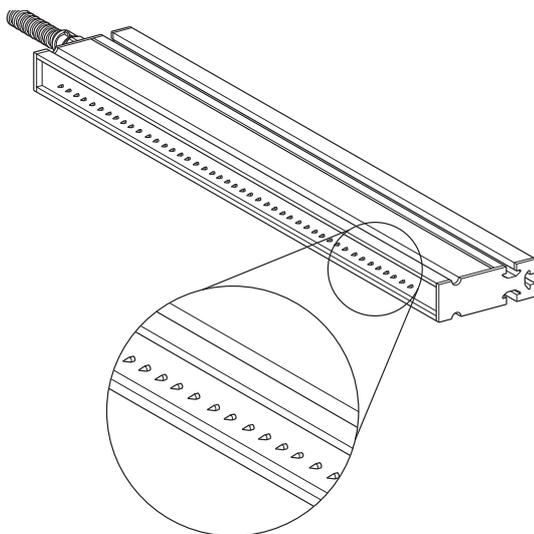

Abb. 4:
- Greifen Sie nicht an die Emissionsspitzen der Aufladeelektrode (siehe Abb. 4) - Es besteht die Gefahr einer Schnitt- bzw. Stichverletzung!